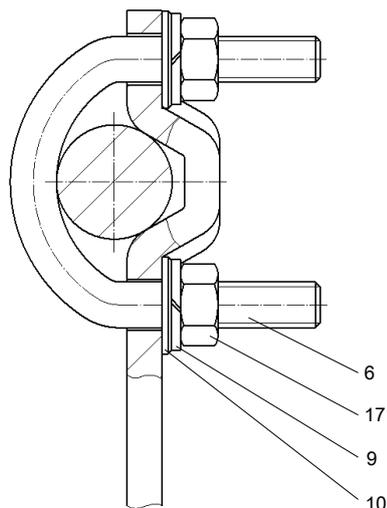

Рис. 18: Монтаж позиционера на приводе со стойками
- Рис. 18: Привод со стойками: Два болта с П-образной головкой (17) с шайбой (10) и пружинным кольцом (9).